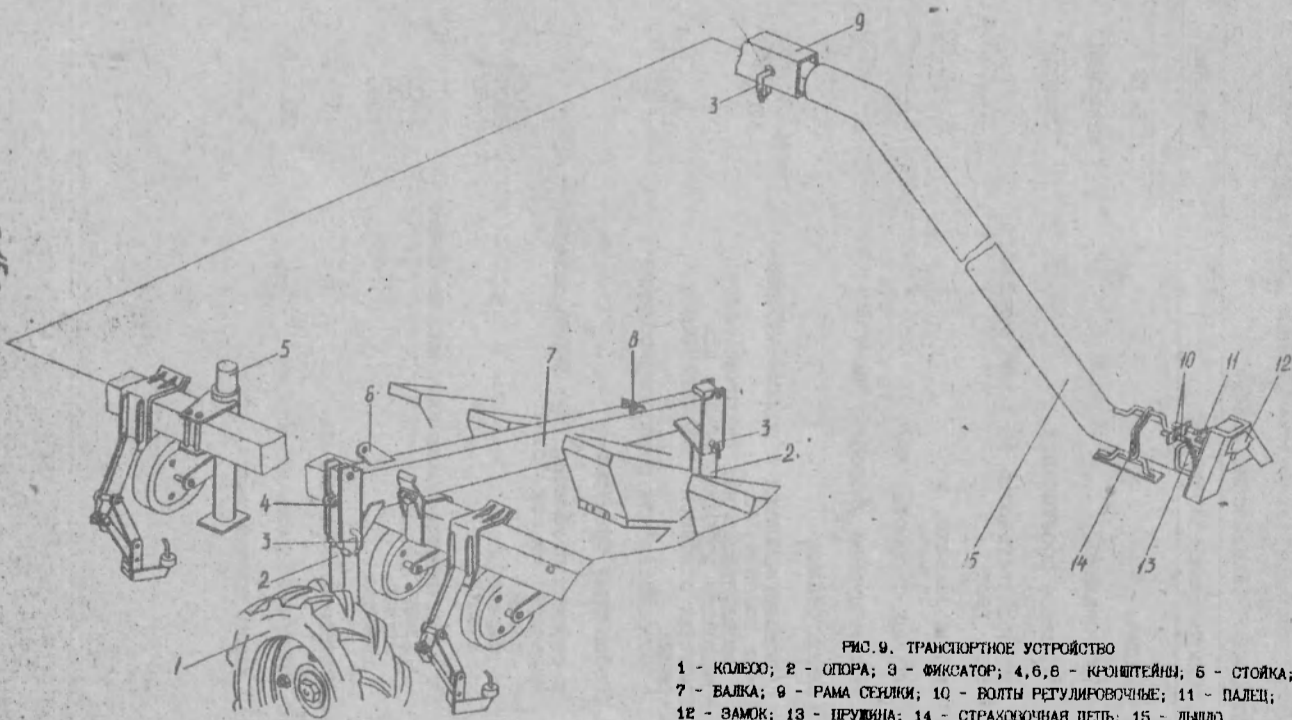

Рис. 9. Транспортное устройство
3.7 Транспортное устройство (рис.9) предназначено для транспортирования сеялки трактором по дорогам общего пользования. Оно состоит из: дышла 15, которое крепится на раме сеялки 9 при помощи фиксатора 3; балки 7; двух опор 2, к которым крепятся колеса 1; стойки 5. Балка 7 устанавливается на раме сеялки, к ней крепятся опоры 2 с колесами 1. Транспортное устройство присоединяется к трактору посредством подсоединения замка 12 дышла на автсцепку трактора.